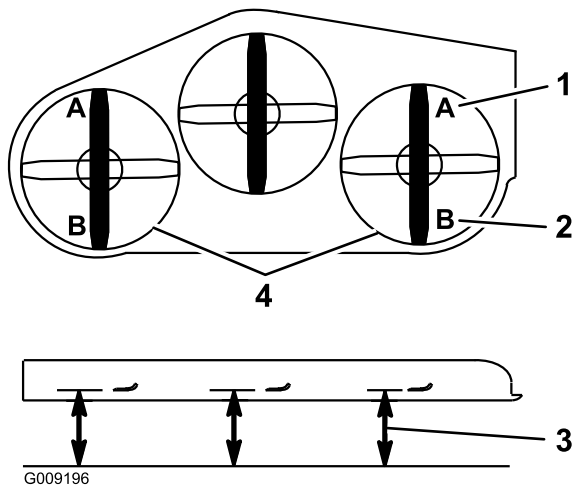

Bild 85
Hinweis: Der Wert sollte 7,6 mm sein, siehe Bild 85.
15. Messen Sie an beiden Seiten des Mähwerks den Abstand von der ebenen Fläche bis zur hinteren Messerspitze (Stellung B). Der Wert sollte 8,3 cm sein, siehe Bild 85.